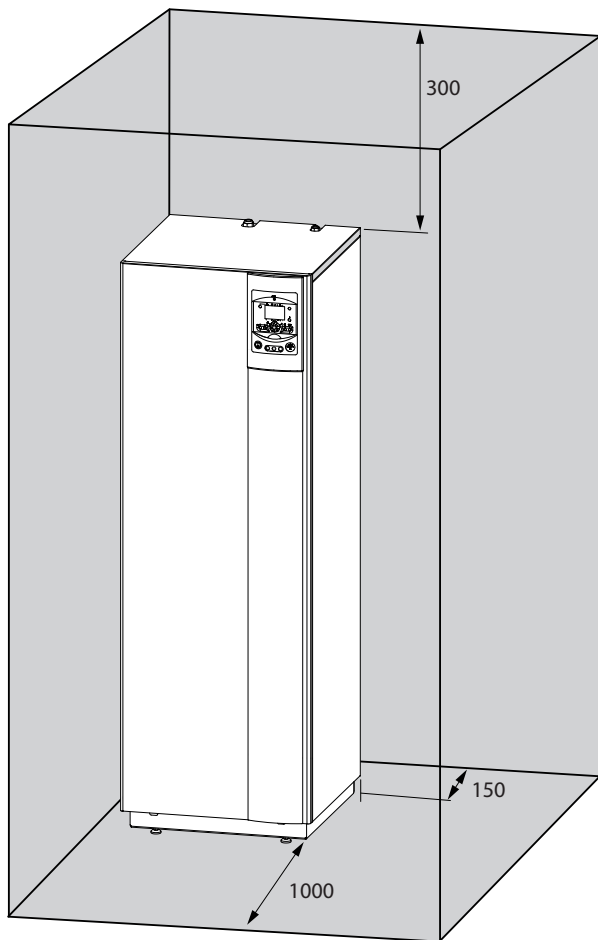

Abb. 15 - Installationsmindestfreiräume um das Hydraulikmodul herum und Abstände zu brennbaren Trennwänden
- Um die Instandhaltungsmaßnahmen und den Zugang zu den verschiedenen Bestandteilen zu erleichtern, empfehlen wir, ausreichend Platz um das Hydraulikmodul herum einzuplanen (Abb. 15).